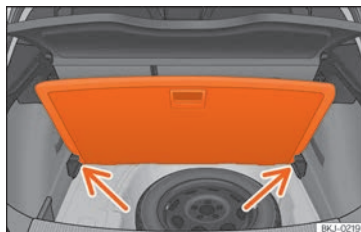

Abb. 115 Variabler Gepäckraumboden: geneigte Stellung.
- Legen Sie den Gepäckraumboden auf die dafür vorgesehenen Aufnahmen »» **Abb. 115** (Pfeile).